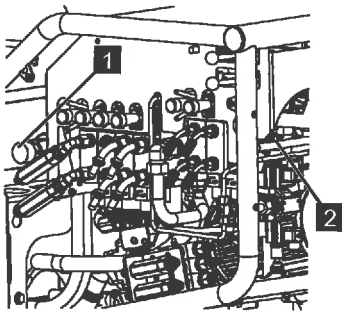

Abb. 185
7. Nach dem Servicebetrieb das Ventil [LS] (Abb.185/2) komplett heraus drehen und das Ventil [Bühne] (Abb.185/1) gegen den Uhrzeigersinn entriegeln und die Abdeckhauben wieder anschrauben.